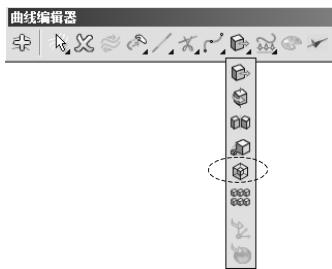
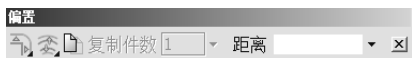
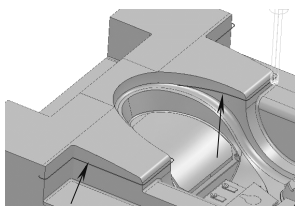

图 4-57 曲线编辑器
图 4-58 偏置对话框
图 4-59 放大后的边界
2) 放大边界：在 PowerMILL 资源管理器中，双击“边界”树枝，将它展开。右击边界“dmbj”，在弹出的快捷菜单条中单击“曲线编辑器...”，打开“曲线编辑器”工具栏，如图 4-57 所示；右击“移动几何元素”按钮，在弹出的工具条中单击“偏置几何要素”按钮，打开“偏置”对话框，如图 4-58 所示。在“偏置”对话框的“距离”栏中输入“5”，按回车键，系统将边界向外均匀偏置 5mm，即把边界放大了，并且水平投影为平面曲线，如图 4-59 所示。